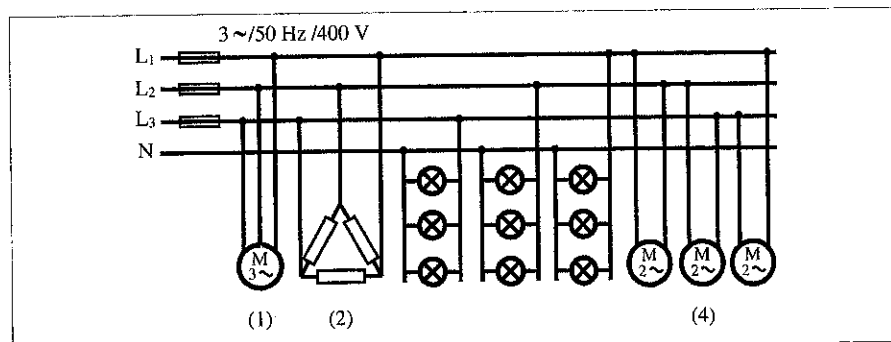

Figura 15.23
La instalación eléctrica de un pequeño taller consta de los siguientes receptores, conectados a una línea trifásica de 400 V, 50 Hz: (1) motor trifásico de 10 KW,  $\cos \varphi = 0,75$ ; (2) horno trifásico consistente en tres resistencias de 50  $\Omega$  conectadas en triángulo; (3) 30 lámparas de vapor de mercurio de 500 W, 230 V,  $\cos \varphi = 0,6$  conectadas equitativamente entre cada fase y neutro; (4) 3 motores monofásicos de 2 KW, 400 V,  $\cos \varphi = 0,7$  conectados entre fases (Figura 15.23).